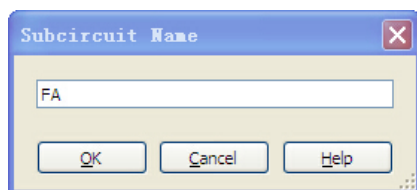

图 3.20 子电路命名对话框
(2) 用鼠标单击菜单命令 Place→Replace by subcircuit, 即出现子电路命名对话框, 如图 3.20 所示。